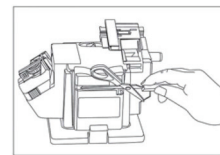

Рис. 5
6.4.5 Потяните лезвие поперёк шлифовального круга от основания к кончику (Рис. 5).